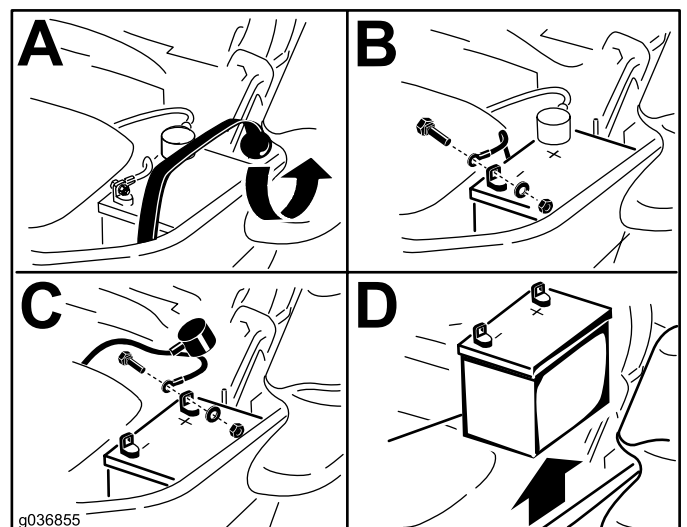

Bild 53
3. Klemmen Sie das Minuskabel (schwarz) vom Batteriepol ab (Bild 53).
6. Nehmen Sie den Gummiriemen ab (Bild 53).
1. Legen Sie die Batterie so in das Fach, dass die Anschlussklemmen auf der anderen Seite des Hydraulikbehälters sind (Bild 53).
4. Befestigen Sie die Kabel mit zwei Schrauben, 2 Scheiben und 2 Sicherungsmuttern (Bild 53).
6. Befestigen Sie die Batterie mit dem Gummiriemen (Bild 53).